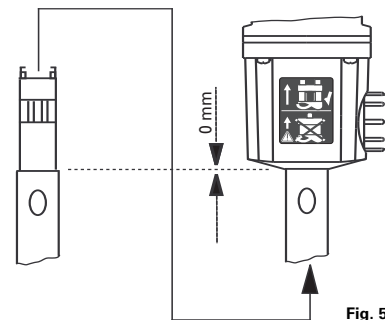

Fig. 5
- Abra el tornillo de agarre (pos. 10) para que la rosca no sobresalga del orificio.
- Inserte el útil de dispersión (9) desde abajo hasta el tope de la unidad de accionamiento. Asegúrese de que la dirección de introducción sea la correcta (consulte el pictograma: visto desde delante hacia el accionamiento y la herramienta de dispersión). Tras una pequeña resistencia, el árbol encaja con un sonido audible. La herramienta de dispersión está correctamente montada cuando el canto de apoyo está alineado con el canto inferior de la unidad de accionamiento (véase fig. 5).
- Asegure ahora el útil de dispersión apretando el tornillo de agarre (pos. 10).